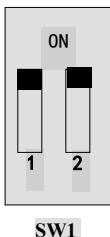

图 4-4
- (5) 对于 E800 系列 30kW 及其以下功率变频器控制端子排附近有一个两位黑色拨码开关 SW1，如图 4-4 所示。拨码开关的作用是选择模拟量输入端子 AI2 的电压信号 (0~5V/0~10V) 或电流信号，出厂值默认为电流通道。使用时通过 F203 选择模拟量输入通道，通过 F439 设置输入信号类型为电压信号还是电流信号。按图示把开关 1 拨到 ON 位置，2 拨到 ON 位置，选择 0~20mA 电流调速。其他拨码开关的位置与调速方式详见下表 4-2。